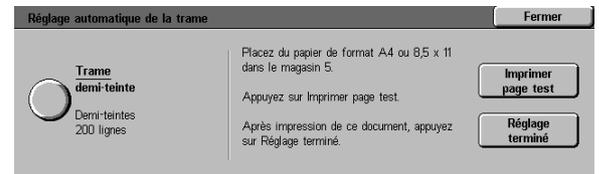

Figure 52 : Ecran Réglage automatique de la trame
- Appuyez sur la touche **Trame demi-teinte** pour accéder à l'écran correspondant (figure 52).